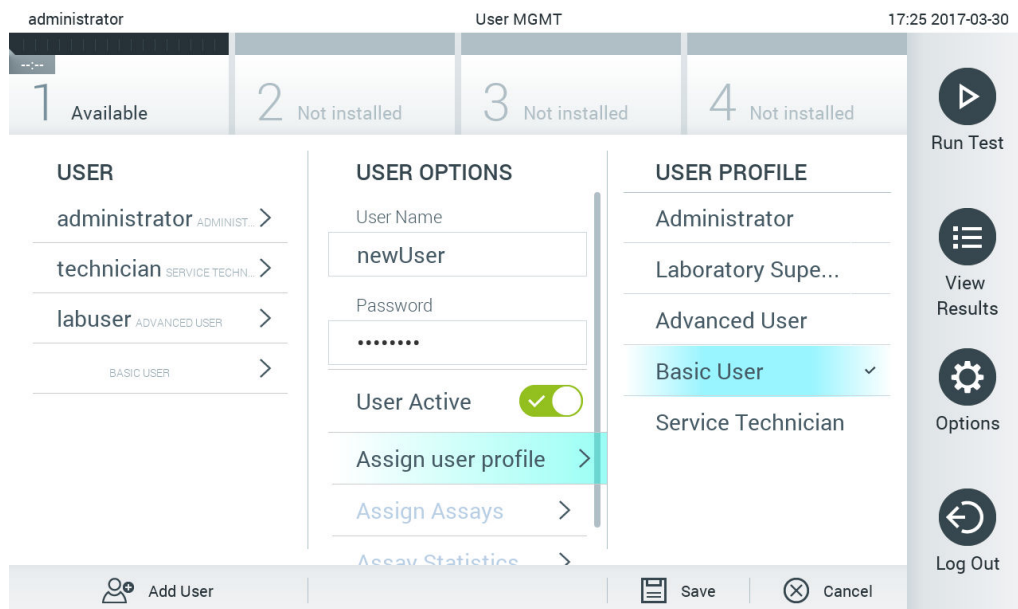

Figura 64. Atribuindo um perfil de usuário a um novo usuário.
4. Pressione Assign User Profile (Atribuir perfil de usuário) e atribua o perfil de usuário adequado (a partir da lista à direita da área de conteúdo) ao novo usuário (Figura 64, próxima página).